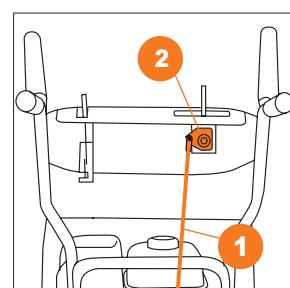

Рис. 8
- Подсоедините штангу рычага выбора передач ① к кронштейну рукоятки выбора передач ② и зашплинтуйте ее (Рис. 8).